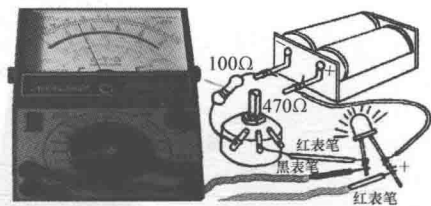

图1-3 用万用表测量电压图
③ 读数:直流电流档刻度线为第二条,如选 100mA 档时,可用第三行数字,读数后乘 10 即可。交流电流的正确读数是通过读出电阻两端交流电压的方法换算成被测电路的电流。
① 量程的选择:用万用表的直流电压档和交流电压档分别测量直流和交流电的电压值,测量时应将万用表与被测电路以并联的形式连接上,且要选择表头表针接近满刻度偏转 $2/3$ 的量程。如果不知道电路电压的大小,应首先选用最大的量程测量,然后逐渐减少至合适的量程。
② 测量方法:测量直流电压时,万用表应与被测电路并联。红表笔接被测电路和电源正极相接处,黑表笔接被测电路和电源负极相接处,如图 1-3 所示。
③ 读数:仔细观察表盘,直流电压档刻度线是第二条刻度线,用 10V 档时,可用刻度线下第三行数字直接读出被测电压值。注意读数时,视线应对正表针。